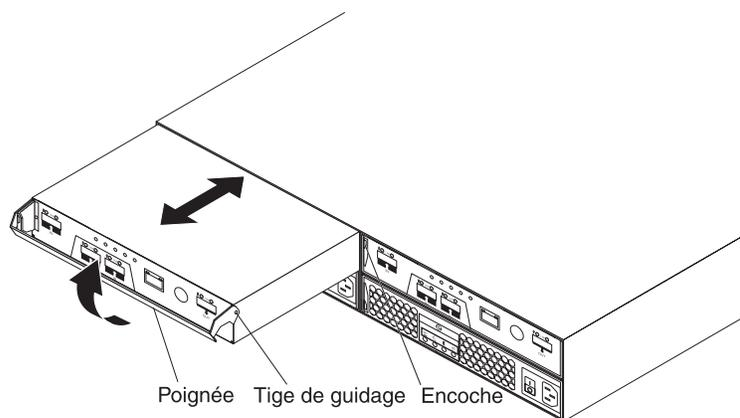

Figure 67. Retrait et remplacement d'un contrôleur
- b. Assurez-vous que les tenons latéraux du contrôleur s'enclenchent dans les encoches du boîtier du DS3400. Voir la figure 67, à la page 111.